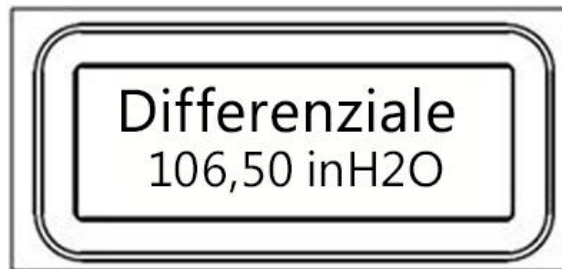

Figura 18 - Visualizzazione di base con variabile di processo
La Figura 18 illustra il formato della visualizzazione di base con la variabile di processo (PV).